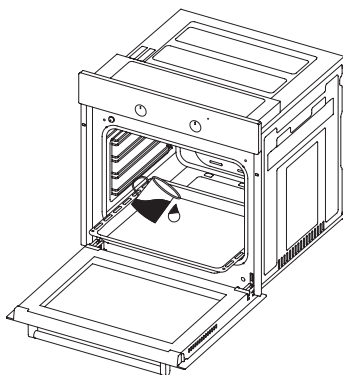

Figura 1
2. Verta meio litro de água no tabuleiro de recolha de gotas, como indicado na figura 1